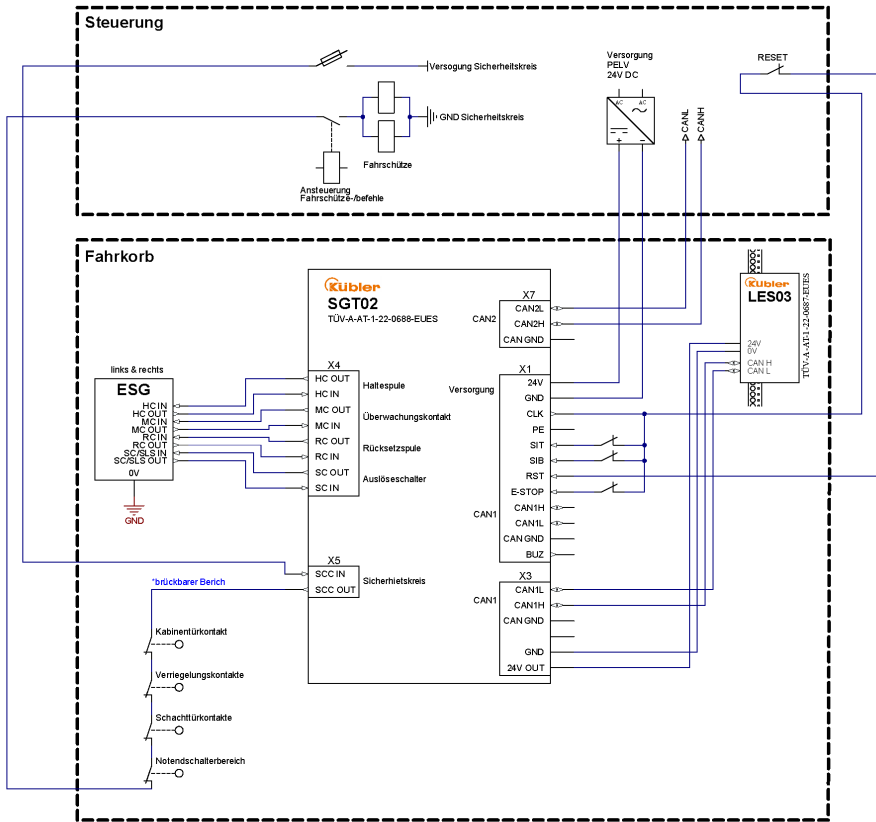

Abb. 2: Beispiel mit Rückstellung (Reset) der elektromechanischen Fangvorrichtungen (ESG).
- Varianten mit Rückstelleinrichtung (8.SGT02.x1xx.xxxx) sind beide Stecker X4 (HC, MC, RC und SC) entsprechend Abbildung 2 [17] anzuschließen.